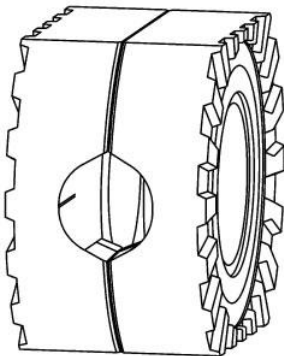

Рис. 4
9. Объедините обе распорные муфты со штифтами, пружинками и дистанционными кольцами в сборе в один пакет. Штифты одной муфты должны быть расположены напротив колодцев с пружинками другой муфты (Рис. 4).